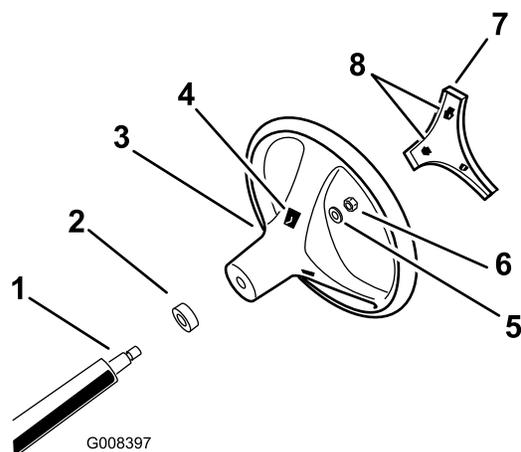

Figure 3
4. Fixez le volant à l'arbre avec l'écrou (Figure 3). Serrez les écrous à un couple de 24 à 29 Nm..